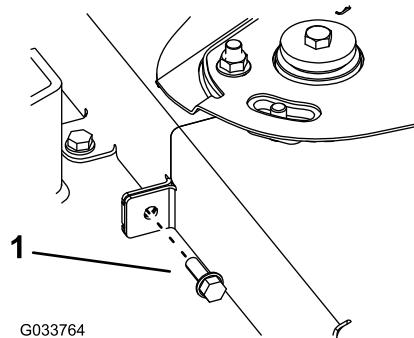

Figure 64
4. Retirez le boulon qui fixe les deux couvercles de courroie (Figure 64).
9. Reposez le boulon pour fixer les deux couvercles de courroie (Figure 64).